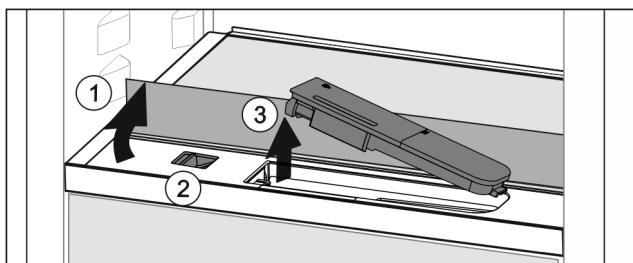

Fig. 49
- ▶ Løft glaspladen og klap den bagud til anslag Fig. 49 (1).
- ▶ Skyd skyderen Fig. 49 (2) mod venstre.
- ▶ Tag vandbeholderen Fig. 49 (3) ud.